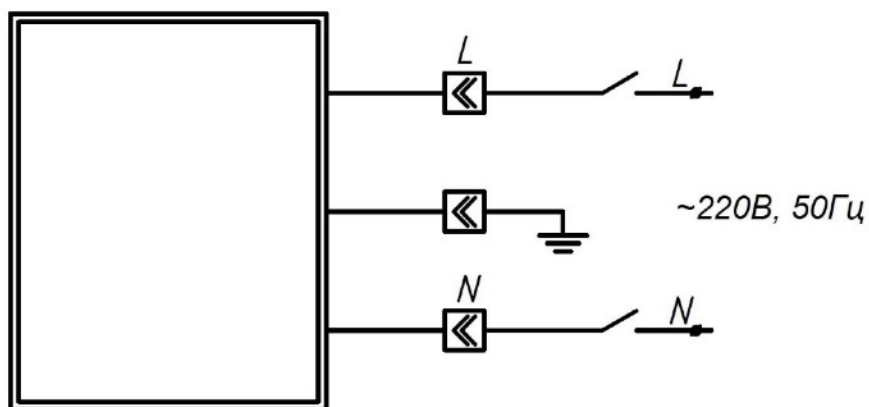

Рис. 3. Схема подключения
3.5. Подключить питающий кабель согласно «Схеме подключения» - Рис. 3.